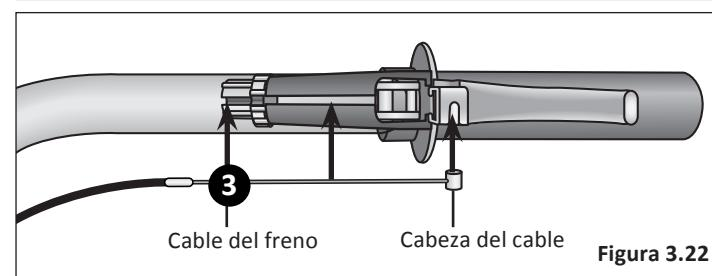

Figura 3.22
- 3 Deslice el cable del freno a través de las ranuras y coloque la cabeza del cable en la maneta de freno. **Figura 3.22**